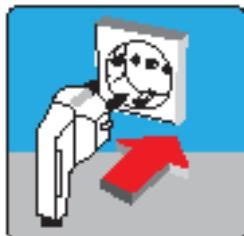

Abb. 13
- Wenn das Gerät während des Transports zu stark gerüttelt wurde, lassen Sie das Gerät (1) Stunde ruhen, bevor Sie es in Betrieb nehmen. So kann das Kompressoren-Öl, sollte es ins System gelaufen sein, wieder zurücklaufen. Sollten Sie das Gerät, ohne dieses zu beachten, in Betrieb nehmen, könnten Sie somit dem Kompressor schaden.
- Schließen Sie das Gerät nur an einen Stecker an, der entsprechend den Regulierungen angebracht wurde und 220-240V/ 50 Hz Alternativspannung besitzt. (Abb. 13)